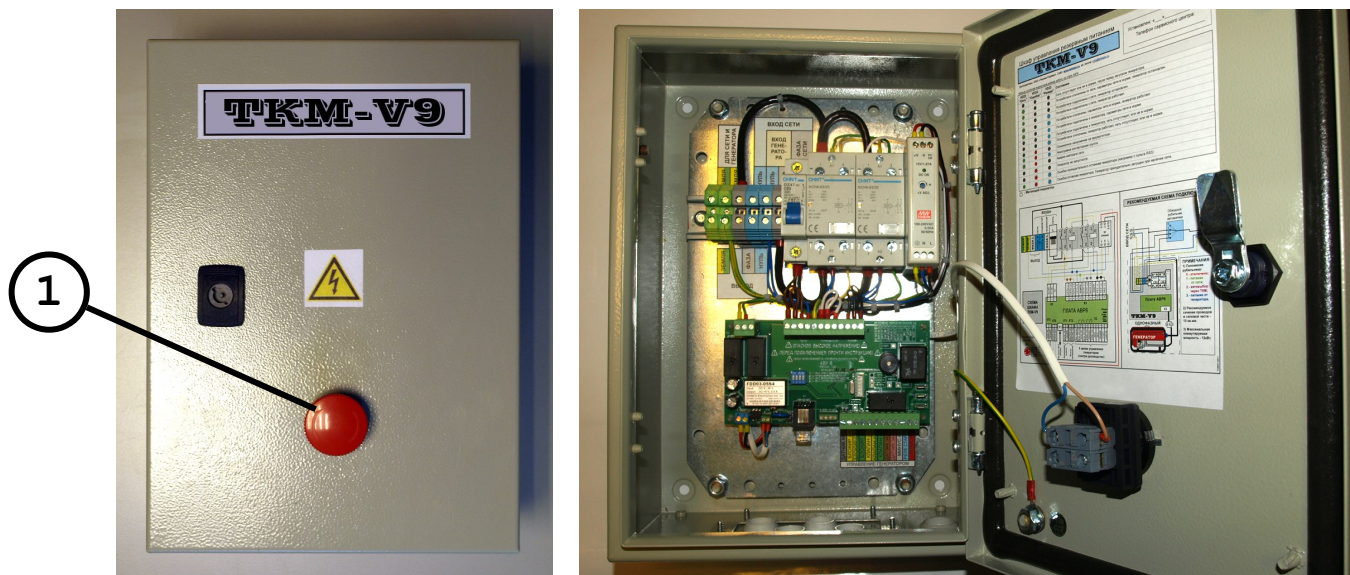
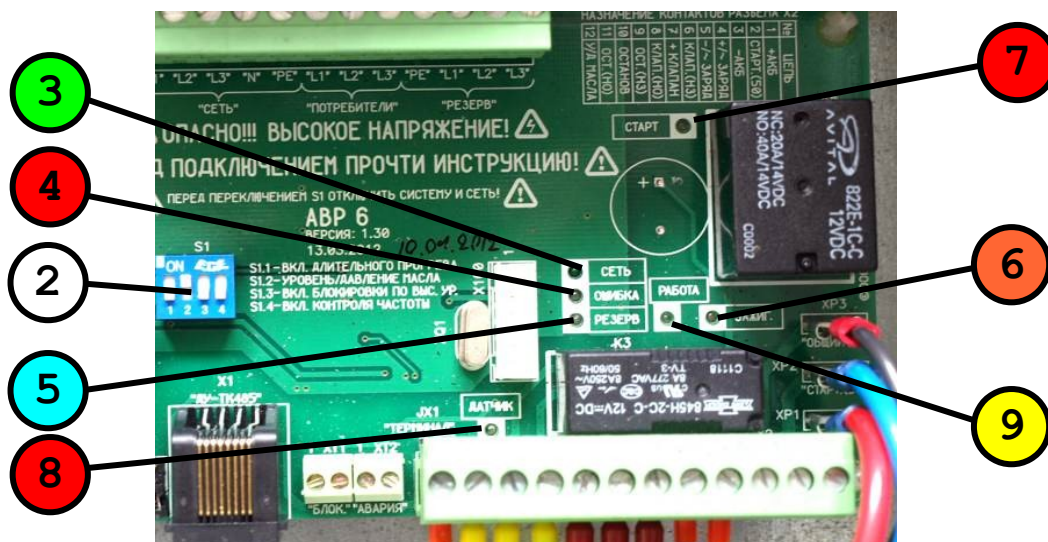

Рис.2. Внешний вид и вид внутри ТКМ-V9.
Рис.3. Органы управления и индикации на плате AVR6.
Позиционные обозначения на рис.2 и рис.3: 1) Кнопка включения/отключения системы. 2) ДИП-переключатели выбора режимов работы. 3-5) Индикаторы режимов работы устройства (см. табл. №2). 6) Индикатор сигнала «Зажигание». 7) Индикатор сигнала «Старт». 8) Состояние датчика масла. 9) Индикатор работы двигателя.
Для включения устройства поверните и отожмите кнопку «ЭКСТРЕННОЕ ОТКЛЮЧЕНИЕ». При этом на короткое время загорятся и погаснут зелёный, красный и жёлтый индикаторы состояния (рис.3). После чего примерно на 10с останется светиться только зелёный индикатор. По истечении этого времени устройство перейдёт в режим «Автомат», а дальнейшая индикация будет зависеть от состояния сети и генератора (см. таблицу 2).
2. **Через разъём (X2) «На генератор»:** в цепи генератора посылается сигнал зажигания (индикатор «Зажиг.» на рис.3, поз.6) для включения топливных клапанов и привода воздушной заслонки и опрашивается датчик уровня масла (если он выбран при помощи ДИП-переключателя) (индикатор «Датчик» на рис.3, поз.8). Если всё в порядке, то производится посылка на генератор сигнала пуска стартера (индикатор «Старт» на рис.3, поз.7) до появления напряжения с выхода генератора или сигнала о работе двигателя (индикатор «Работа» на рис.3, поз.9). Длительность сигнала пуска ограничена пятью секундами. Если генератор не запустился, то через 20 секунд производится повторная попытка запуска. Всего повторных попыток две. Если все три попытки запуска оказались неудачными, то устройство переходит к отображению ошибки запуска (см. подраздел “Органы управления и индикации”).